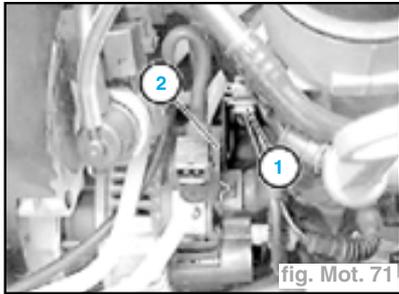

fig. Mot. 71
- la vis (1) et retirer l'électrovanne de commande des persiennes avec le support (2) (fig. Mot. 71).